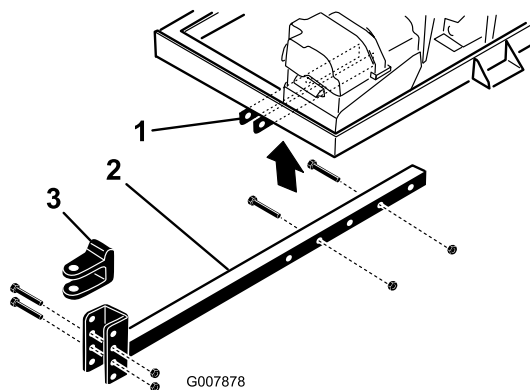

図4
2. フレーム・ブラケットにヒッチチューブに差し込む図4。
- ヒッチクレビス図4をヒッチチューブに固定しているボルトとロックナットを外す。
- ヒッチチューブをフレームブラケットに固定しているボルトとナットを外す 図 4。